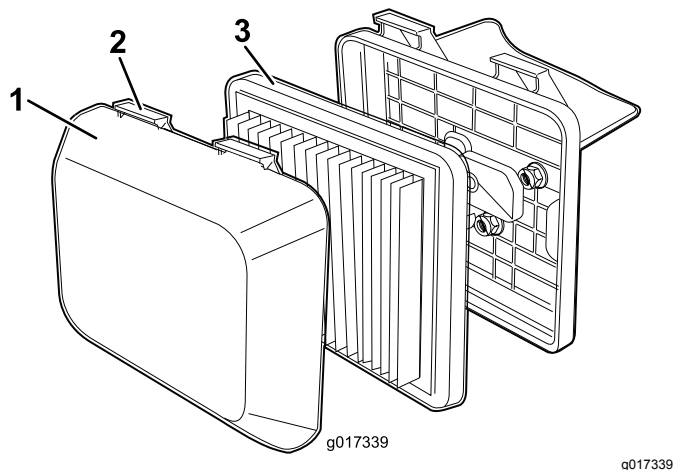

Рисунок 21
1. Нажмите книзу на язычки защелок наверху крышки воздухоочистителя (Рисунок 21).
3. Извлеките фильтр (Рисунок 21).